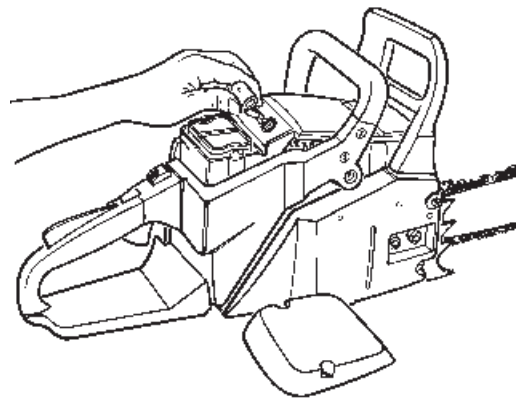

Fig. 35
2. Quite cubierta superior. Desconecte el alambre conector de la bujía enroscando y jalando al mismo tiempo (Fig. 35).